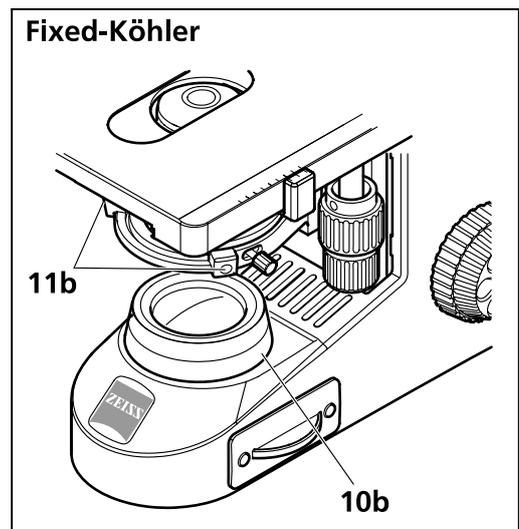
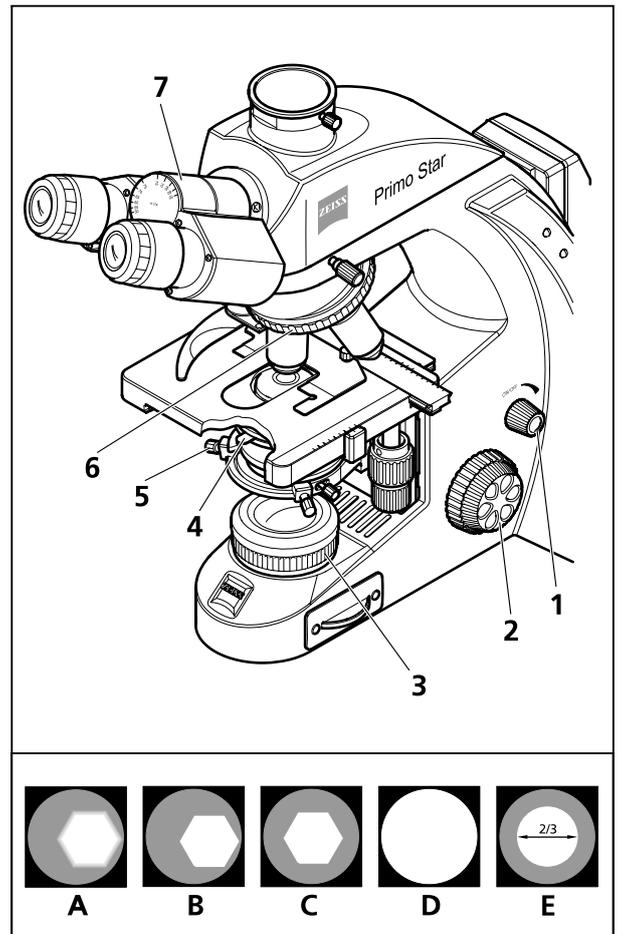

Figura 4 Elementos de mando
Figura 8 Ajustar luz transmitida - campo claro
- La suavidad del mando macrométrico (Figura 4/18) es ajustada en la fábrica y puede ser reajustada en caso necesario.
Leyenda para la Figura 4:
- Colocar un objeto rico en contrastes, con el cubreobjetos de 0,17 mm hacia arriba, en el sujetaobjetos de la platina en cruz. Fijar el objeto mediante la palanca de resorte (Figura 4/12).
- Ajustar la intensidad luminosa mediante el botón giratorio (Figura 8/1) situado en el estativo del microscopio.
- Llevar el condensador de Abbe mediante el tornillo moleteado para el desplazamiento en altura (Figura 4/15) al tope superior y llevar la palanca del diafragma de apertura (Figura 4/14) a la posición media.
- Intercalar el objetivo 10× mediante el anillo moleteado (Figura 8/6) del revólver portaobjetivos en la marcha de los rayos.
- Mirar por de pronto en uno de los oculares del tubo binocular (Figura 8/7) y enfocar el objeto mediante el mando de enfoque (Figura 8/2).
- Cerrar el diafragma de campo luminoso (Figura 8/3) hasta que llegue a ser visible (posiblemente con borde borroso) en el campo visual (Figura 8/A).
- Desplazar el condensador en altura mediante el tornillo moleteado (Figura 4/15) hasta que el borde del diafragma de campo luminoso aparezca con suficiente nitidez (Figura 8/B).
- Centrar el diafragma de campo luminoso (Figura 8/C) mediante los dos tornillos de centrado (Figura 8/5) del condensador y abrirlo después hasta que su borde haya desaparecido del campo visual (Figura 8/D).
- Para ajustar el diafragma de apertura (contraste), sacar un ocular del tubo ocular y mirar a simple vista en el tubo. Regular la apertura del diafragma de apertura mediante la palanca (Figura 8/4) a aprox. 2/3 ... 4/5 del diámetro de la pupila de salida del objetivo (Figura 8/E). En la mayoría de las aplicaciones, este ajuste del diafragma de apertura proporciona el mejor contraste, con una resolución casi completa, y representa, por lo tanto, el compromiso más favorable para la vista humana.